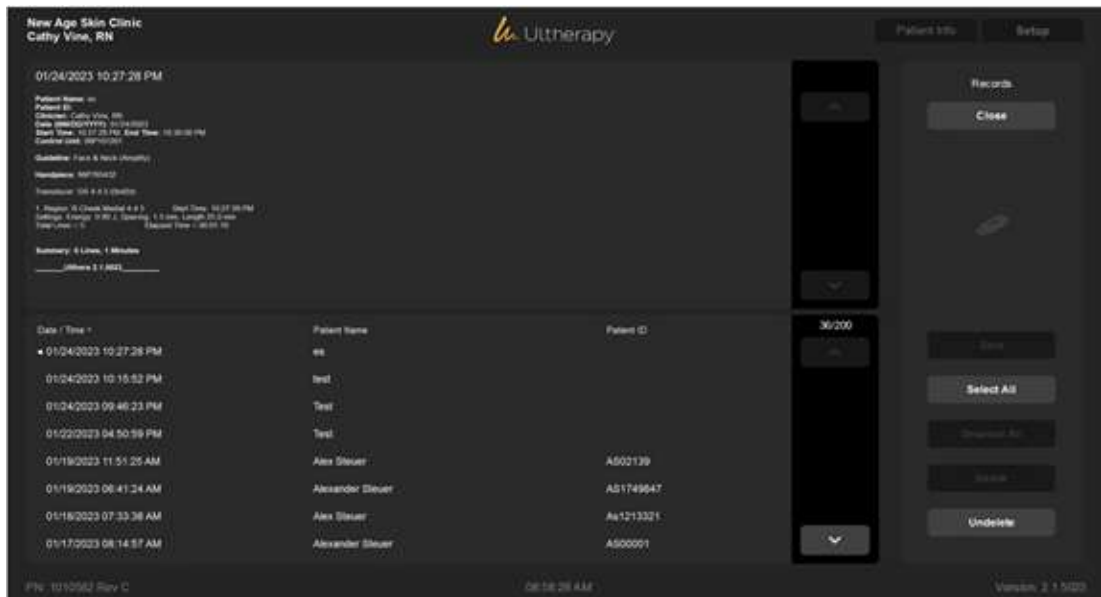

Figura 7.11: Lista de historial de imágenes del paciente
1. En la pantalla **Setup** (Configuración), pulse el botón **Images** (Imágenes) para ver una lista de pacientes tratados, al igual que la que se muestra en la figura 7.11: